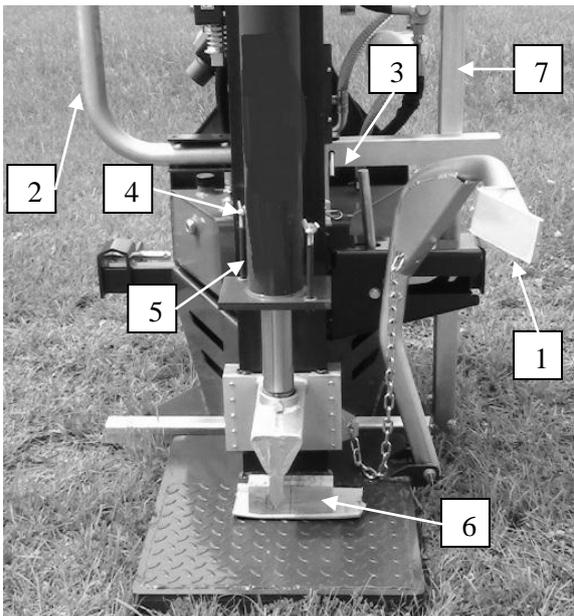
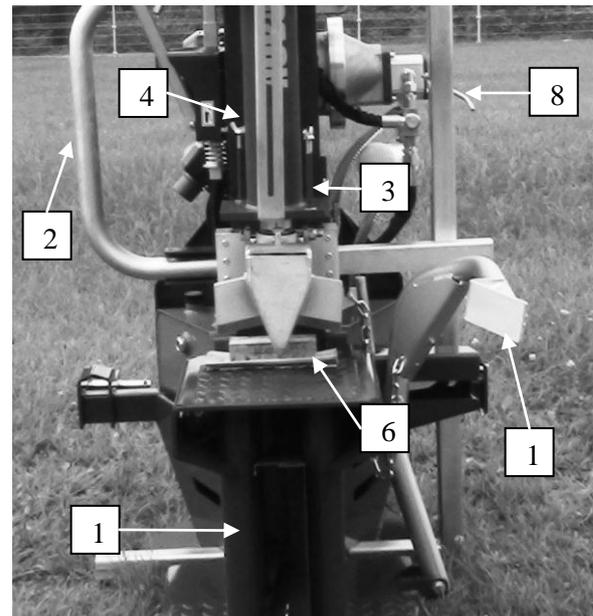

Bild 27
Bild 27a
- Den Hehebogen (1) aus der Arbeitsstellung in die Richtung der Führungssäule stellen so, dass er automatisch einrastet (Bild 27 und Bild 27a).
- Den Stift (3) des Spaltholzträgers (2) herausziehen, dann noch den Träger herausziehen und nach unten bzw. oben drehen. Wenn der Holzspalter eine Stütze hat (Elektromotor), den Träger in die Führung auf der Führungssäule schieben, den Stift (3) einsetzen und unter den Spaltkeil (beziehungsweise Spaltkreuz) ein Holzstück stellen.
- Den Schubzylinder herunterlassen so, dass sich der Spaltkeil an das Holzstück anlehnt (6).
- Die Flügelmutter (4) der Schrauben (5) des Schubzylinders lösen.
- Auf die Schraube (5) die Unterlegscheibe setzen und die Flügelmutter (4) festziehen.
- Stütze (Holzspalter mit Elektromotor): den Stift links und rechts herausziehen, die Stütze (7) herausziehen und diese mit dem längeren Ende nach oben drehen, die Stütze in die Führung für die Arbeitsplatte schieben und beide Stifte (8) einsetzen – *Benutzung nach Bedarf (wenn der Holzspalter nicht auf den Schlepper angebaut ist) und wenn für das Heben des Spaltgutes der Hehebogen verwendet wird.*